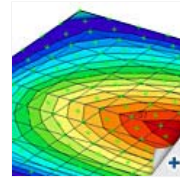

Abbildung 3
- Schließlich wird die Datei gespeichert und der Freiformmodellierer geschlossen. Der Entwurf wird zu Allplan übertragen und dort als Körper erkannt. Nun steht dieser Körper als Ausgangspunkt für weitere Vorgänge (3D-Modellierer), Schnitte, Ansichten und die Bemessung bereit. (Abbildung 3)
Nach Wahl der Option "Detailergebnisse in FE-Netzknoten" müssen Sie das Teil wählen, in dem die Eckpunkte angezeigt werden: (Abbildung 3)